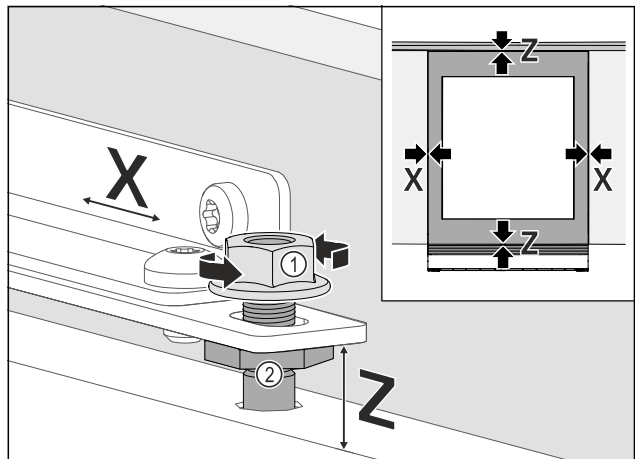

Fig. 102
- Ustawianie boczne drzwi mebla: Odkręcić Fig. 102 (1) nakrętki zabezpieczające, przesunąć drzwi mebla w kierunku X.
- Dokręcić nakrętki zabezpieczające Fig. 102 (1).
- Ustawianie drzwi mebla na wysokość Z i pochylenie boczne: Ustawić Fig. 102 (2) sworzeń regulacyjny.